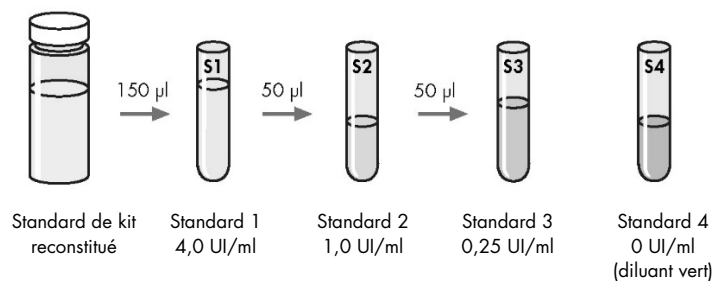

Figure 2. Préparation de la courbe de standard.
Utiliser le standard du kit reconstitué pour produire une série de dilution à 1 pour 2 suivie d'une série de dilution à 1 pour 4 de l'IFN- γ dans le diluant vert (DV) (voir figure 2). Le S1 (standard 1) contient 4,0 UI/ml, le S2 (standard 2) 1,0 UI/ml, le S3 (standard 3) 0,25 UI/ml et le S4 (standard 4) 0 UI/ml (DV seul). Les standards doivent être testés en duplicats. Préparer des dilutions fraîches du standard de kit pour chaque session ELISA.